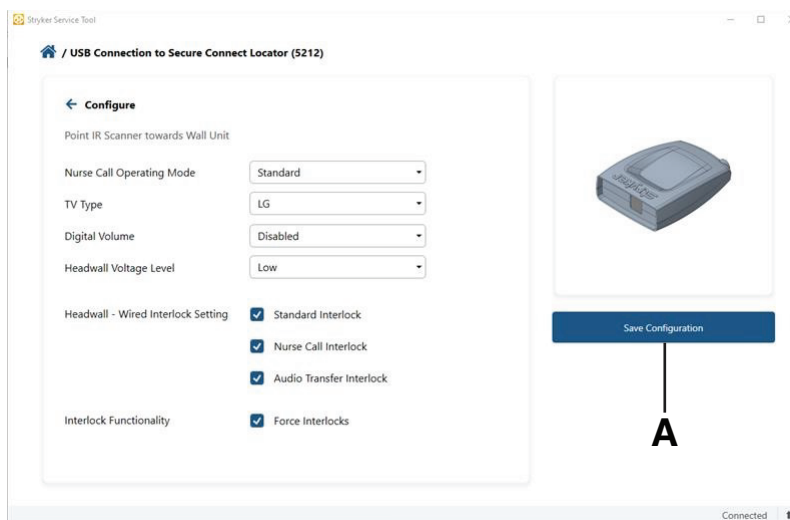

Figure 4 – Outil d'entretien Stryker
2. Sélectionner **Enregistrer la configuration (A)** (Figure 4).